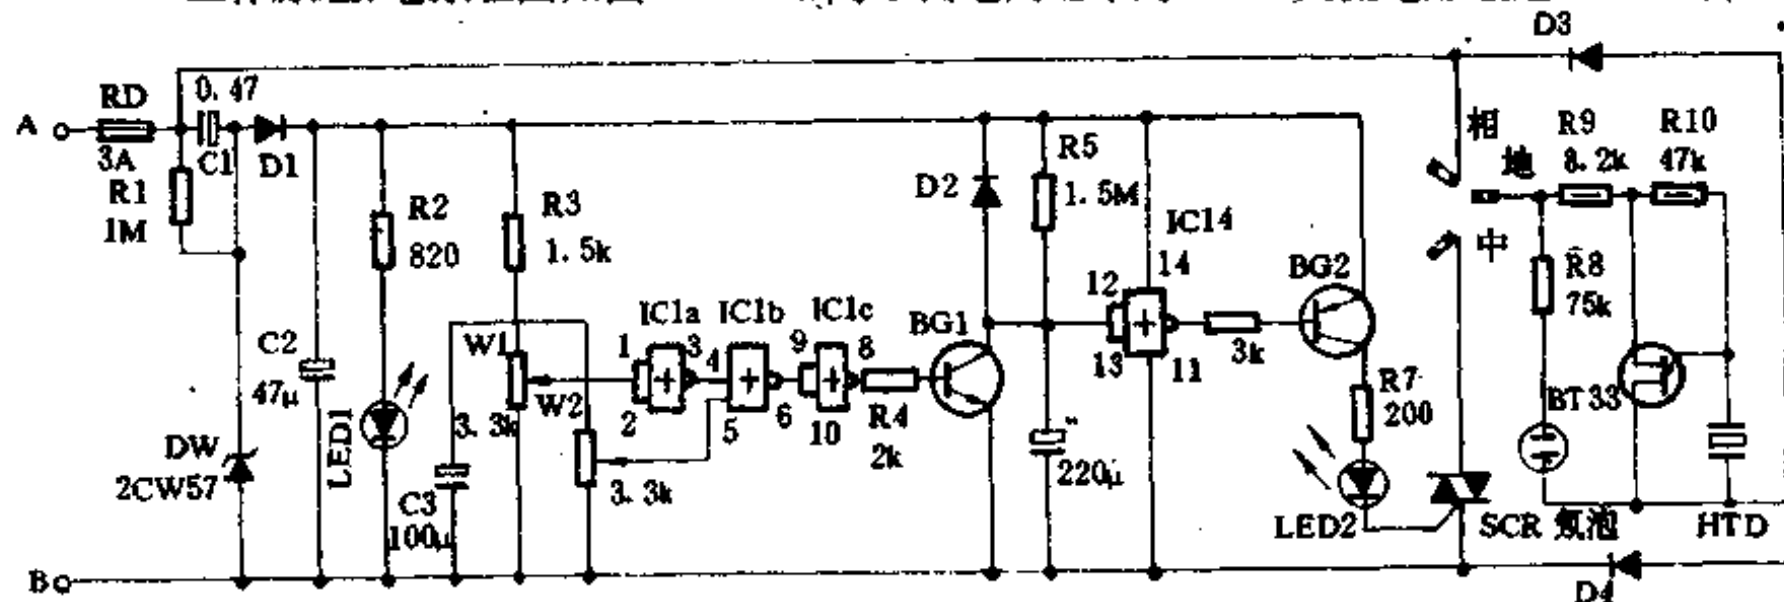

图 1-217
1. 工作原理: 电原理图如图 1-217 所示。由电网送来的 220V 交流电压经过 C1、R1 降